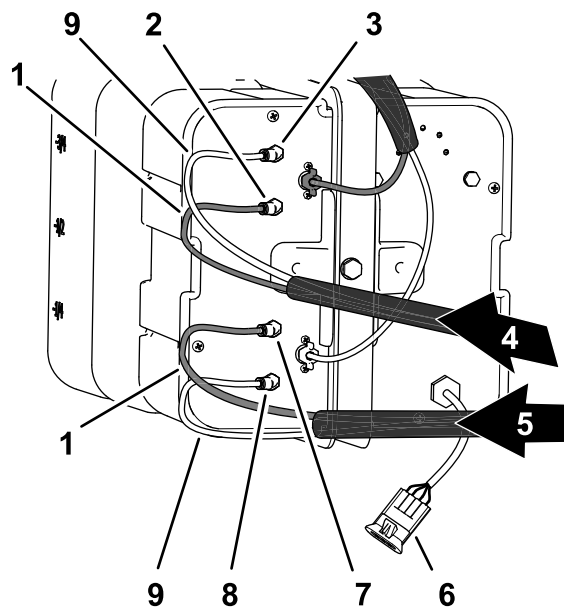

图 22
1. 如**图 22**所示布置右喷洒臂的泡沫管。
2. 将透明管子插入压缩机侧板的空气接头**图 22**。
3. 将蓝色管子插入压缩机侧板的液体接头**图 22**。
4. 如**图 22**所示布置左喷洒臂的泡沫管。
5. 将透明管子插入压缩机侧板的空气接头**图 22**。
6. 将蓝色管子插入压缩机侧板的液体接头**图 22**。